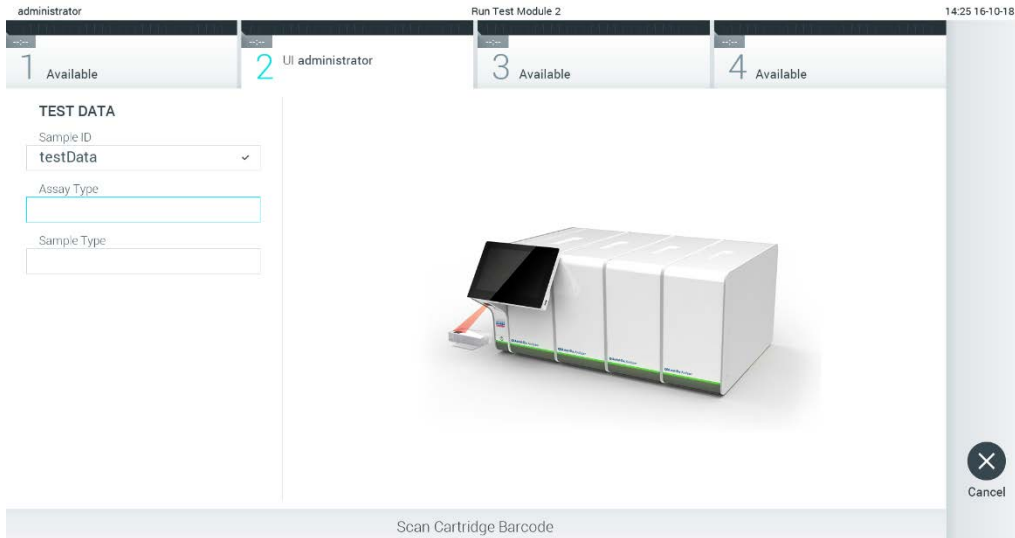

Figure 24. Lecture du code-barres de la cartouche de dosage QIAstat-Dx.
3. Lorsque vous y êtes invité, scannez le code-barres de la cartouche de dosage QIAstat-Dx à utiliser. Le QIAstat-Dx Analyzer 1.0 reconnaît automatiquement le dosage à analyser d'après le code-barres de la cartouche de dosage QIAstat-Dx (figure 24, en page suivante).